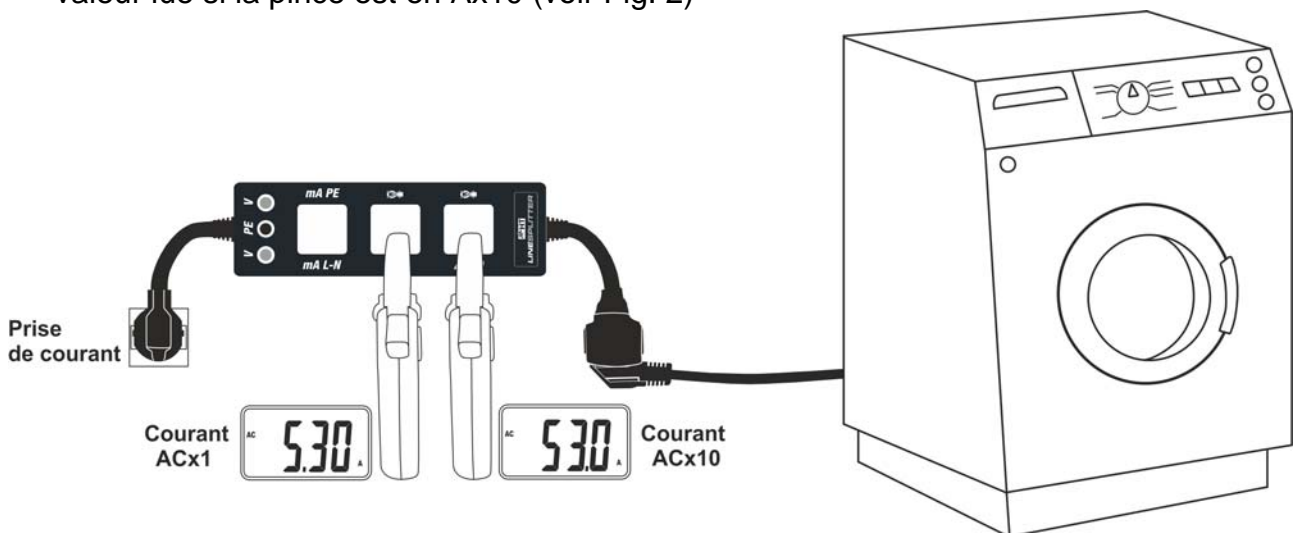

Fig. 2: Utilisation pour mesure de courant de phase
4. Lire directement la mesure de l'intensité si la pince est en Ax1 ou diviser par 10 la valeur lue si la pince est en Ax10 (voir Fig. 2)